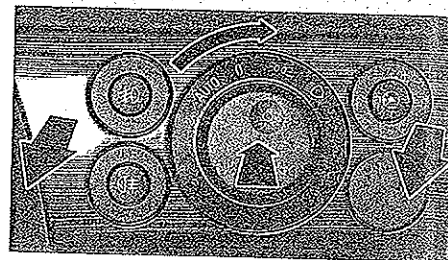

FIG. 22
- Colocar el conmutador de iluminación en posición "0" ó "AUTO", según el equipamiento (fig. 22).